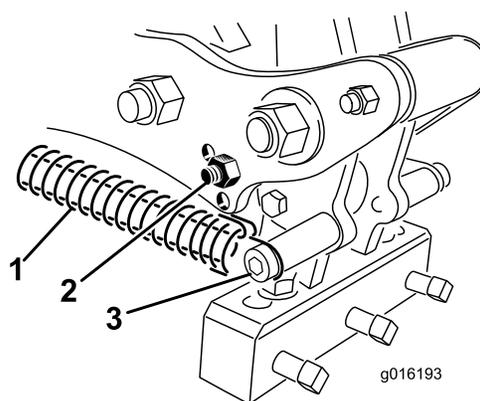

Figura 35
- Allentate la tensione della molla sulla testa delle fustelle (Figura 35).
- Rimuovete il bullone del paraurti e il paraurti e installateli sull'altro foro di regolazione (Figura 35).